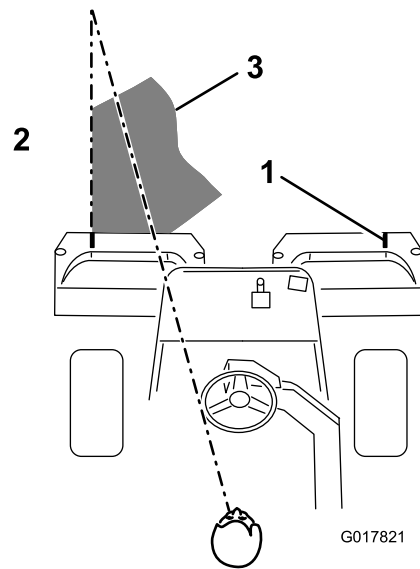

Figure 41
3. Minimisez le chevauchement de la passe précédente lors de la passe de retour. Pour vous aider à conserver une ligne droite en travers du green et à maintenir la machine à égale distance du bord de la passe précédente, établissez une ligne de vision imaginaire à environ 1,8 à 3 m en avant de la machine jusqu'au bord de la partie non coupée du green (Figure 41). Certaines personnes trouvent utile de faire passer la ligne de vision par le bord extérieur du volant, c.-à-d. de maintenir le bord du volant aligné avec un point se trouvant toujours à la même distance par rapport à l'avant de la machine (Figure 41).